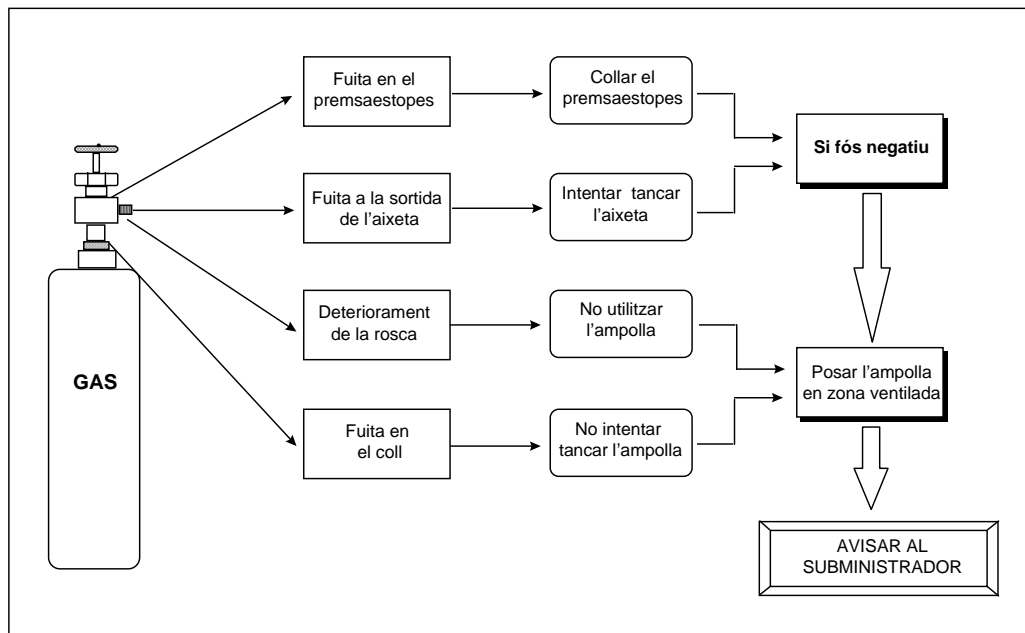

Figura 1. Seqüència d'actuació.
- Seguiu les pautes indicades en la figura 1, si bé s'ha de tenir en compte que s'haurà de complementar amb altres mesures segons el tipus de gas que contingui l'ampolla.